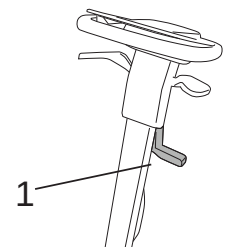

Fig.5
- Relever le suceur à l'aide du levier (Fig. 5-Rep.1).